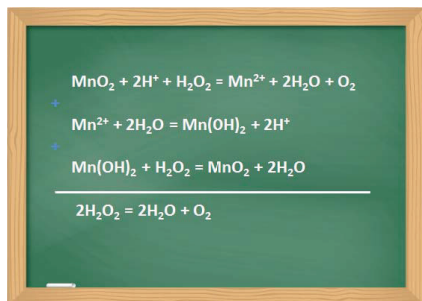

Рис. 1. Механизм каталитического разложения перекиси водорода при добавлении диоксида марганца
альная химическая основа: цепочка химических процессов, запускаемых при внесении  $\text{MnO}_2$ . Эти процессы показаны на рис. 1. На первой стадии происходит восстановление диоксида марганца до двухзарядного катиона, одновременно с этим перекись водорода разлагается на воду и кислород. Следующие процессы связаны с превращением иона марганца: вначале он осаждается в виде гидроксида марганца (II), после чего переходит в диоксид марганца.